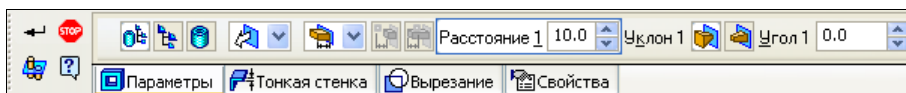

Рис. 21.19. Панель свойств: Вырезать выдавливанием в режиме Сборка
- ♦ вызовите команду **Вырезать выдавливанием**. На Панели свойств: Вырезать выдавливанием появилась новая группа переключателей **Область применения** (рис. 21.19) на вкладке **Параметры**: